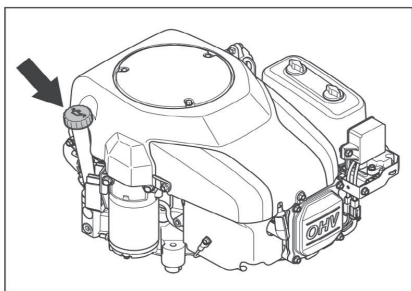
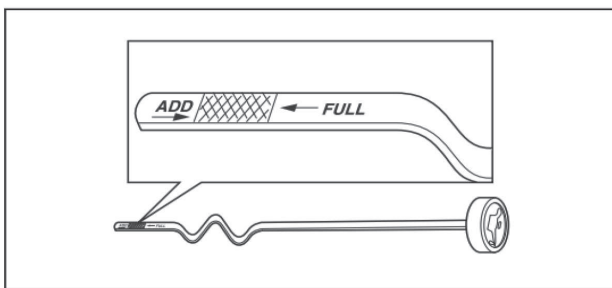
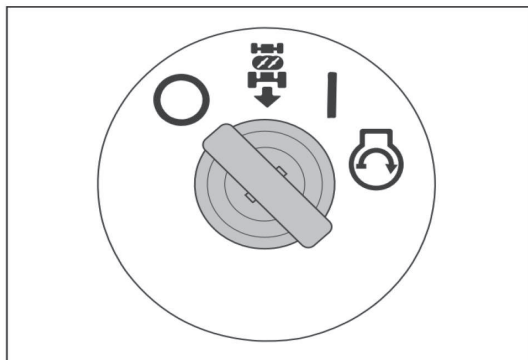

Рис. 23
Рис. 24
Рис. 34
Откройте крышку маслоналивной горловины, к которой прикреплён щуп (Рис. 23). Выньте его и протрите чистым, бумажным полотенцем. Долейте в картер двигателя через горловину необходимое количество моторного масла, проверяя, чтобы уровень был между рисками между максимальным (Поз. FULL, Рис. 24) и минимальным (Поз. ADD), вынимая щуп, протирая насухо и устанавливая его обратно на несколько секунд. При достижении требуемого количества, вставьте щуп и закрутите крышку маслоналивной горловины.
Чтобы прекратить кошение и остановить двигатель, отключите вращение ножей режущей деки (Рис. 23) и поверните ключ зажигания в положение (O). Рис. 34.